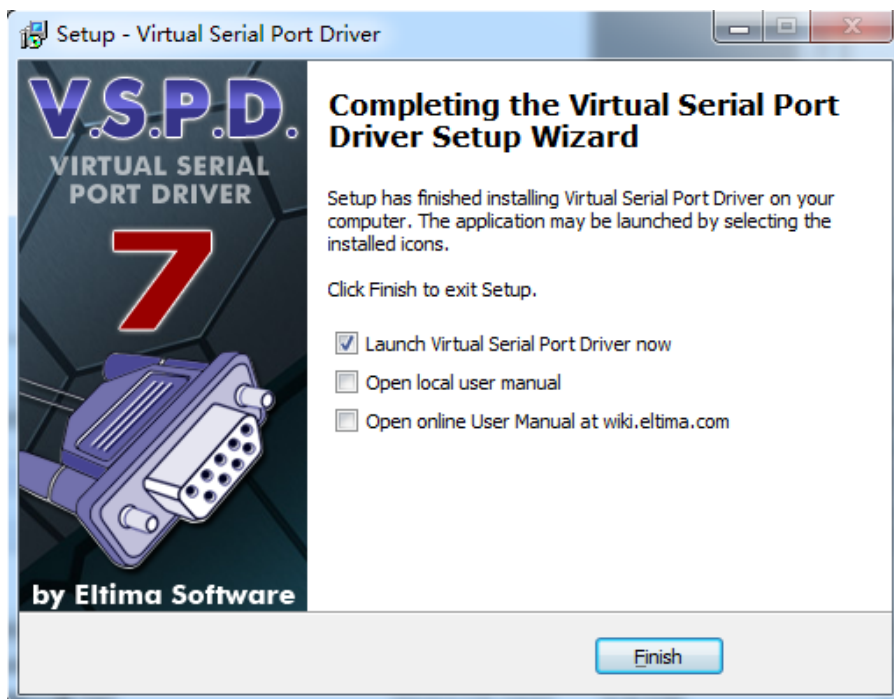

图 1.7 安装完成
(2) 选择默认安装路径，点击下一步，直至安装完成，如图 1.7 所示。